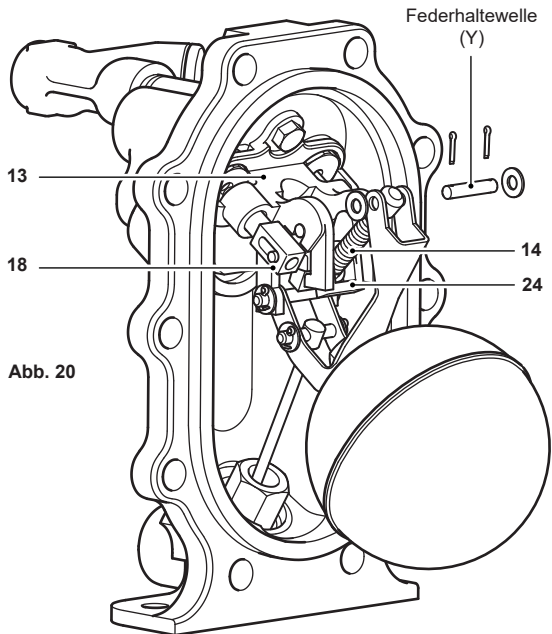

Abb. 20
3. Entfernen Sie den Splint und die Unterlegscheibe von einer Seite der Federhaltewelle (Y) und nehmen Sie diese vorsichtig ab. Siehe Abb. 20